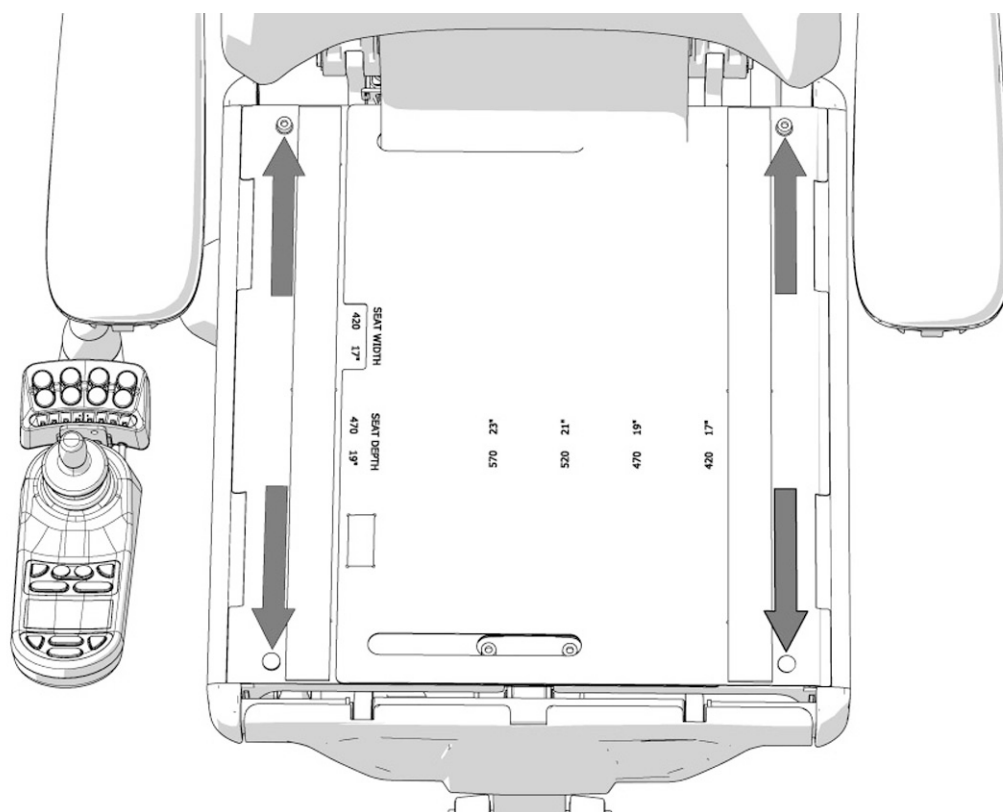

Bild 89. Plåtarna sitter monterade med två skruvar i bakkant samt två snabbfästklämmor i framkant.
2. Demontera sitsplåtarna, de sitter monterade med två skruvar i bakkant samt två snabbfästklämmor i framkant. Se bild. 89. Demontera först skruvarna, tryck sedan försiktigt med handen på sitsplåtens undersida så att snabbfästklämmorna i framkant släpper.